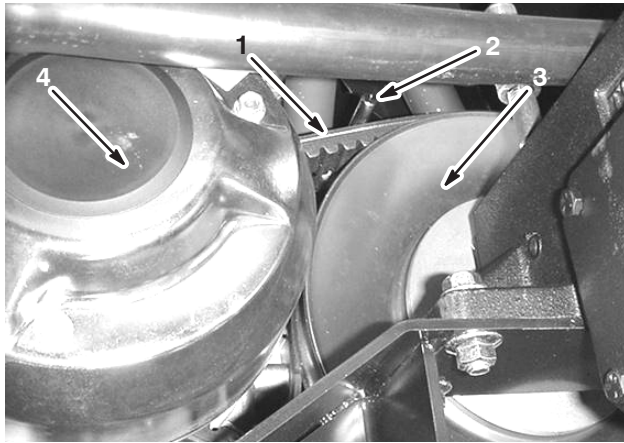

Bild 50
1. Lockern Sie die beiden Riemenführungen in der Nähe der sekundären Kupplung (Bild 50).
2. Drehen Sie den Riemen und verlegen ihn über die sekundäre Kupplung (Bild 50).
3. Entfernen Sie den Riemen von der Hauptkupplung (Bild 50).
4. Legen Sie den neuen Riemen auf die Hauptkupplung (Bild 50).
5. Drehen Sie den Riemen und verlegen ihn über die sekundäre Kupplung (Bild 50).